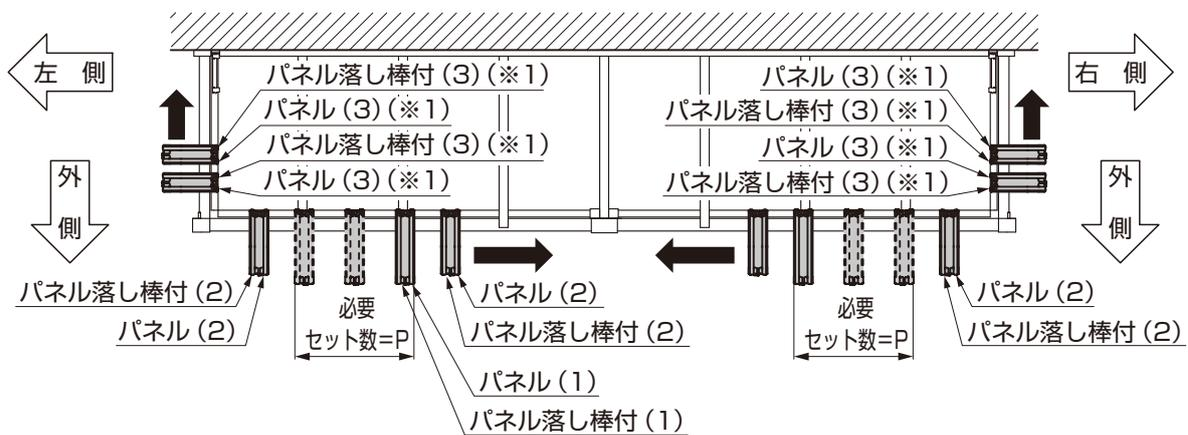

図7-21 連棟納まり
- パネルおよびパネル落し棒付は図7-21の順番で挿入して吊り込んでください。順番を間違えるとパネルが正しく機能しません。